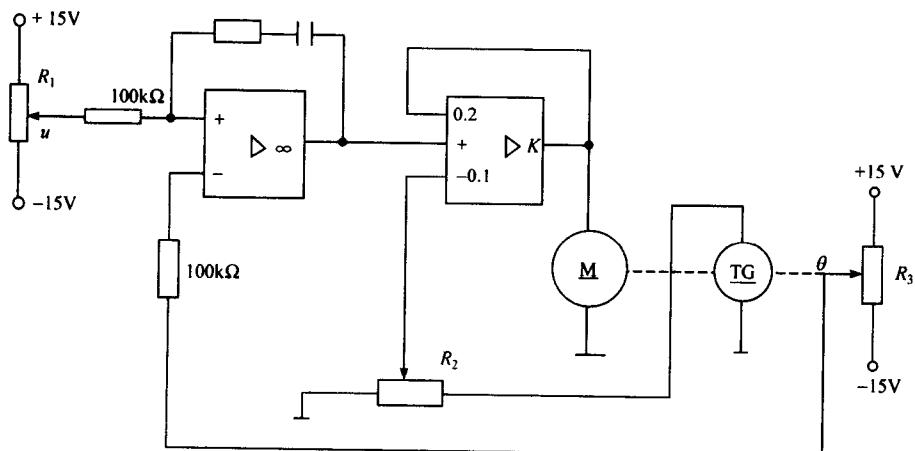

图 1-12 伺服系统原理示意图
2. 图 1-12 表示一个伺服系统，绘出该系统的元件框图。